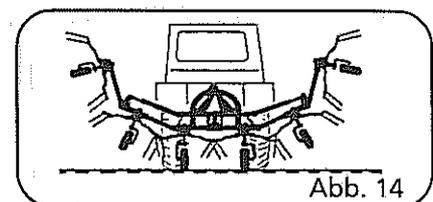

Abb. 14
4. Maschine mittels hydr. Druck in Arbeitsstellung schwenken (Abb. 14).